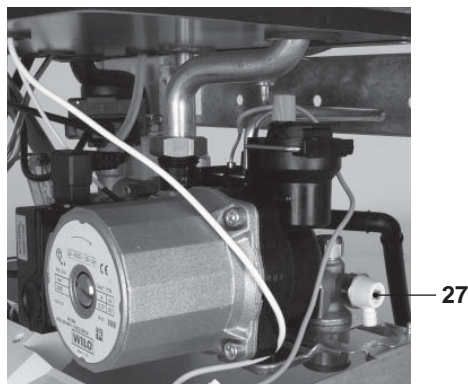

Figura 9.4
- Allentare il rubinetto di svuotamento caldaia 27 indicato in Figura 9.4.